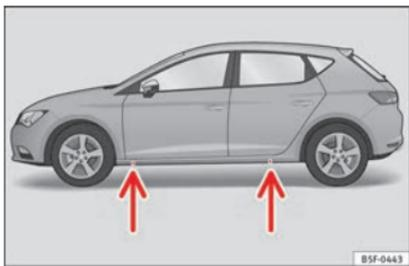

Fig. 52 Punti di ancoraggio per il cric
- ① Adattatore per la sicura dei bulloni della ruota*
- ② Anello per traino
- ③ Chiave per le ruote*
- ④ Manovella del cric
- ⑤ Cric elevatore*
- ⑥ Gancio estrattore per copricerchi*/morsetto per i cappucci delle viti della ruota.
- Posizionare il cric solo nei punti di appoggio apposti nel longerone »» fig. 52.